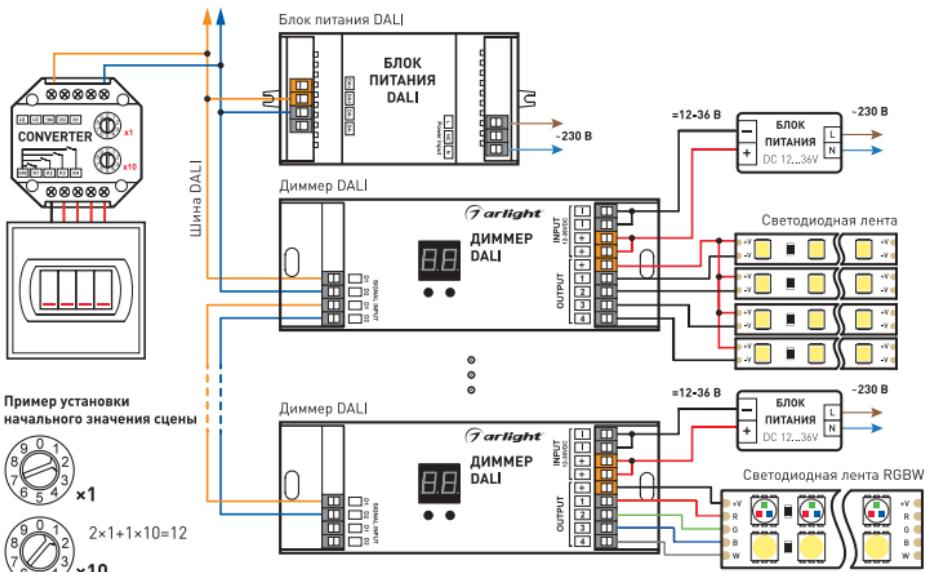

Рисунок 1. Схема подключения конвертера.
- 3.2. Подключите кнопочный выключатель с нормально разомкнутыми контактами к клеммам GND [общий провод всех кнопок] и K1, K2, K3, K4 [см. Рис. 1].
- 3.4. Установите начальный номер сцены. Установка выполняется двумя переключателями на корпусе конвертера. Первым переключателем устанавливаются единицы, вторым — десятки. На Рис. 1 показан пример установки числа 12. При такой установке кнопка 1 будет управлять сценой 12, кнопка 2 — 13, кнопка 3 — 14, кнопка 4 — 15. Максимально возможное количество адресов и устройств на однойшине DALI — 64. Максимально возможное количество сцен на однойшине DALI — 16.